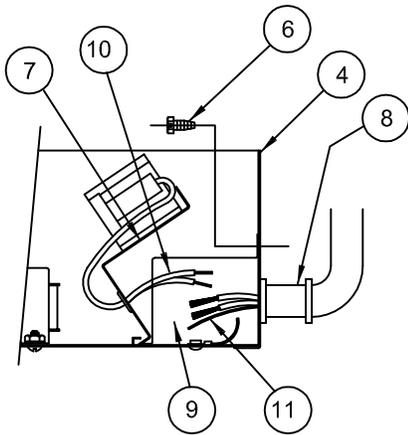
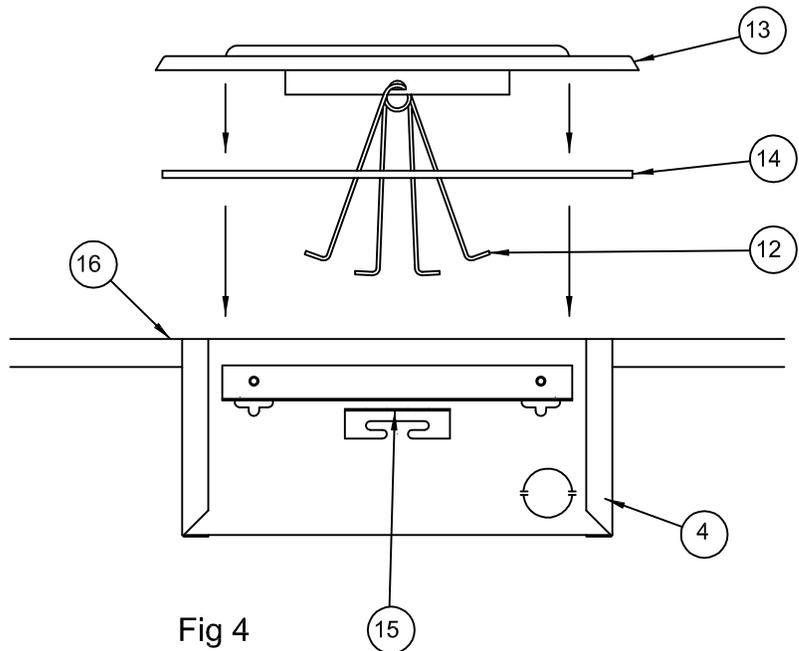

Fig 3
Fig 4
- 3- Retire la tapa del compartimiento de empalme (7) (Vea Fig. 3).
- 4- Instale un conector de cable de suministro UL certificado (8) (no incluido) usando uno de los tapones cerrados dentro de la cajita de empalmes (9) (Vea Fig. 3).
- 5- Conecte los alambres de la unidad (10) a los alambres de suministro (11) como se muestra en el diagrama de conexiones.
- 6- Instale la tapa del compartimiento de empalme (7) insertando los alambres (10 y 11) cuidadosamente debajo de la tapa del compartimiento de empalme (7) y asegure la tapa ajustando dos tornillos de la tapa del compartimiento de empalme (6). (Tenga cuidado de no cortar los alambres).
- 8- Después de acabar con la pared (16), instale una bombilla Fluorescente Compacto de 9 Vatios (no incluida).
- 9- Pegue la junta (14) al ensamblaje del armazón (13) por quitar el papel protector de la junta y presionar el lado adhesivo de la junta contra el lado de abajo del ensamblaje del armazón (Vea Fig. 4).
- 10- Apriete los resortes del armazón (12) e insértelos en las ranuras (15) ubicadas en el alojamiento (4) (Vea Fig 4).
- 11- Presione el ensamblaje del armazón (13) hacia adentro hasta que la junta se quede contra la superficie de la pared (16) (Vea Fig. 4).
- 3- Retirez le couvercle de raccordement (7) (Voir Fig. 3).
- 4- Installez un connecteur de câble d'alimentation homologué UL (8) (non fourni) à travers l'un des pièces amovibles dans le compartiment de raccordement (9) (Voir Fig. 3).
- 5- Reliez les fils du dispositif d'éclairage (10) aux fils d'alimentation (11) selon le diagramme de câblage.
- 6- Installez le couvercle de raccordement (7) en abritant soigneusement les fils (10 et 11) sous le couvercle de raccordement (7) et serrez le couvercle en place à l'aide des deux vis (6). (Prenez soin de ne pas couper les fils).
- 7- Fixez les ressorts de cadre (12) au cadre (13) (Voir Fig. 4).
- 8- Après avoir terminé la construction du mur (16), installez une Lampe Fluorescente Compacte de 9 watts (non fournie).
- 9- Faites coller le joint (14) au cadre (13) au moyen d'enlever le papier protecteur du joint et d'appuyer le côté adhésif du joint sur le côté de dessous du cadre (Voir Fig. 4).
- 10- Appuyez sur les ressorts de cadre (12) et insérez-les dans les crans (15) situés dans le logement (4) (Voir Fig. 4).
- 11- Appuyez vers l'intérieur sur le cadre (13) jusqu'à ce que le joint reste contre la surface du mur (16) (Voir Fig. 4).
- 3.- Remove Splice Cover (7)(See Fig. 3).
- 4.- Install UL Listed Supply Cable Connector (8)(Not Furnished) using one of the Knockouts concealed within the Splice Compartment (9)(See Fig 3).
- 5.- Connect Fixture Wires (10) to Supply Wires (11) as shown in Wiring Diagram.
- 6.- Install Splice Cover (7) by carefully tucking Wires (10 & 11) under Splice Cover (7) and secure Cover with two Splice Cover Screws (6). (Be careful not to pinch Wires).
- 7.- Attach Frame Springs (12) to Frame (13)(See Fig 4).
- 8.- After Wall (16) is completed, install 9 Watt Compact Fluorescent Lamp (Not Furnished)
9. - Fasten Gasket (14) to Frame Assembly (13) by peeling Protective Paper from Gasket and pressing adhesive side of Gasket onto underside of Frame assembly (See Fig 4).
- 10.- Compress Frame Springs (12) and insert into Tabs (15) located in Housing (4) (See Fig 4).
- 11.- Press Frames Assembly (13) inward until Gasket is compressed against the Wall Surface (16) (See Fig 4).